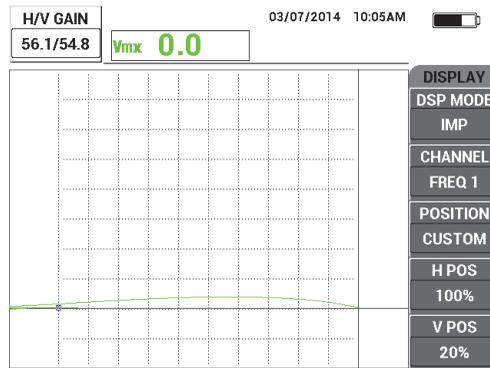

Figura 5-42 Disminución de la ganancia (GAIN) para ajustar la señal
3. Coloque el grupo completo de cuñas (cuatro cuñas de 0,5 mm o 2,0 mm de espesor) en el estándar. Después, mientras mantiene presionada firmemente la sonda en el grupo de cuñas, pulse la tecla **GAIN (dB)** para disminuir la ganancia hasta que el punto de despegue alcance el límite de la parte izquierda de la cuadrícula 10 × 10 (horizontal de 0 %). Vea la Figura 5-42 en la página 172.